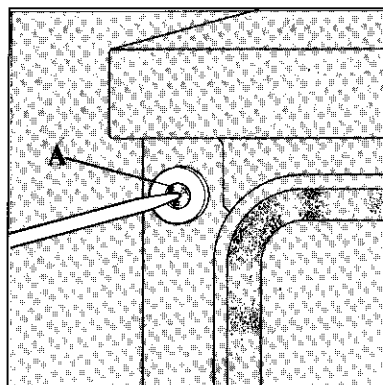

Fig. 5
- Percez la membrane «A» Fig. 5.